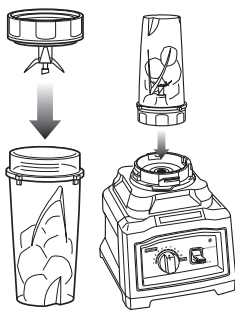

Fig. 9 Fig. 10
- 4 Coloque la cuchilla **Nutri Ninja** sobre la taza y ajústela bien hasta obtener un buen cierre. (Fig. 9)